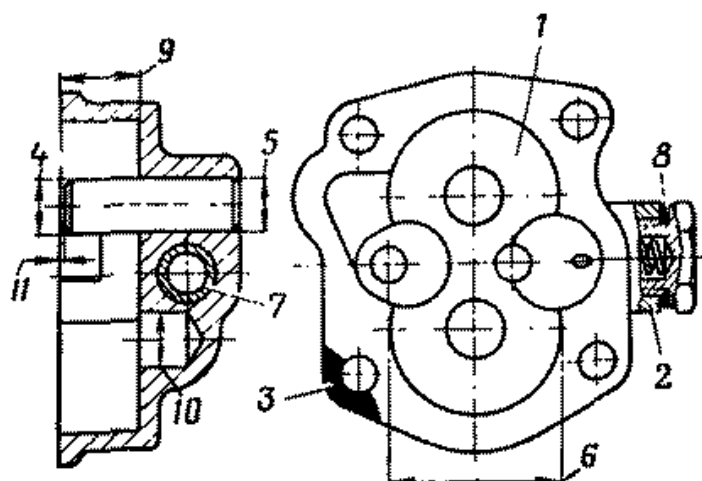

Рис. 87. Корпус нижней секции масляного насоса
2. Корпус нижней секции масляного насоса (рис. 87)